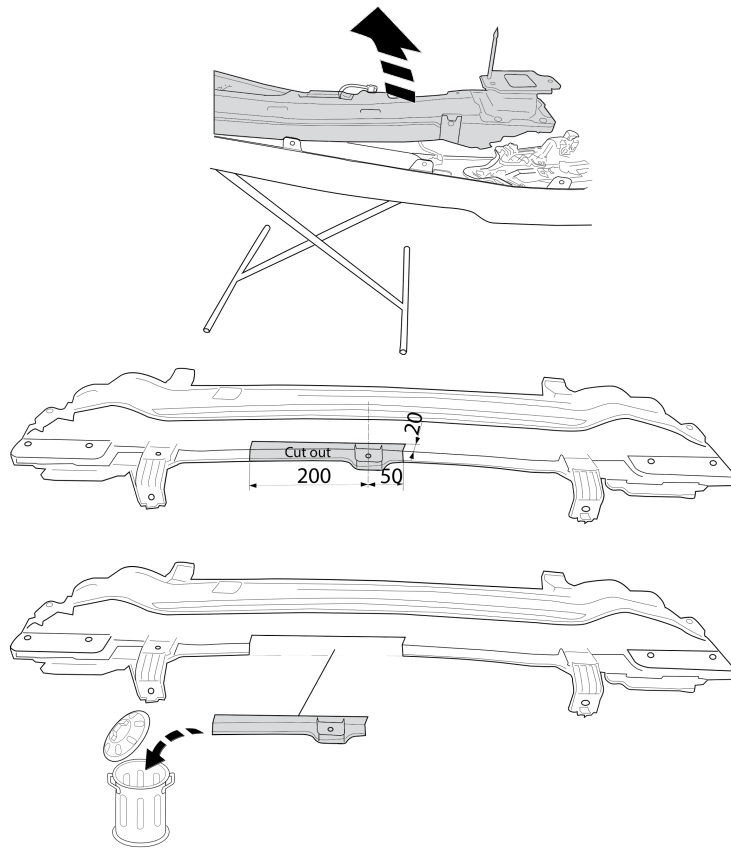

Fig. 3
4. Вырезать указанные части из внутренней арматуры бампера, как указано на рис. 3.